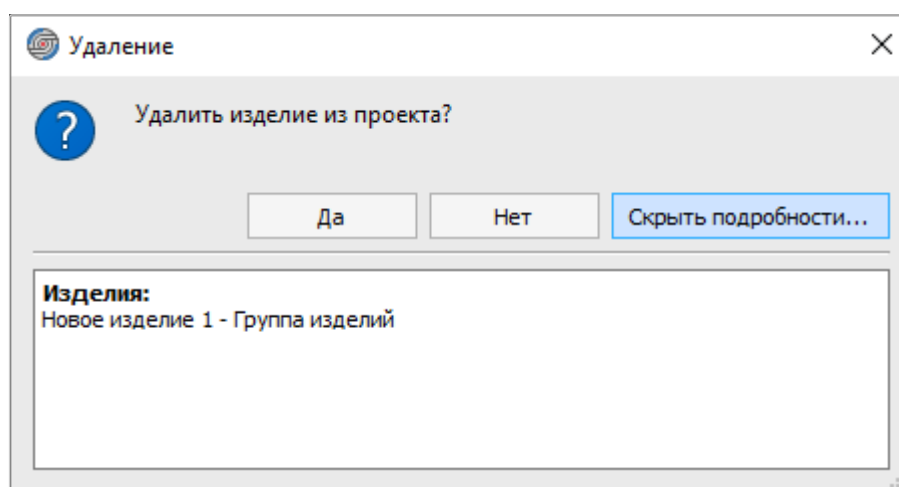

Рисунок 250. Подтверждение удаления изделия
- 3) В открывшемся диалоговом окне «Удаление» подтвердить действие. При этом все входящие в состав изделия устройства, дочерние изделия и документы удалены не будут (см. рисунок 250).